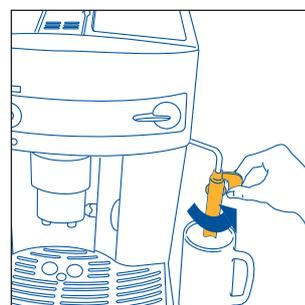
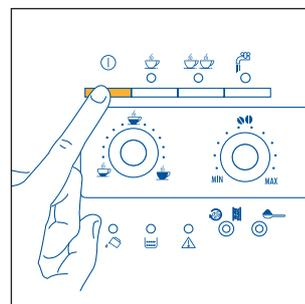
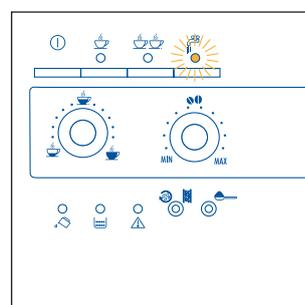

Fig.3
Fig.4
Fig.22
2. Tournez la buse à cappuccino vers l'extérieur, posez une tasse dessous (fig. 3) et mettez la machine en marche en appuyant sur la touche ① (fig.4).
- Tournez la buse à cappuccino vers l'extérieur de la machine (fig. 3).
- Posez une tasse sous la buse à cappuccino (fig. 3)
- Posez une tasse sous la buse à cappuccino (fig. 3). Tournez le robinet vapeur d'un demi-tour en sens inverse des aiguilles d'une montre (le voyant se met à clignoter fig. 22). Laissez couler un peu d'eau mélangée à la vapeur jusqu'à ce qu'il ne sorte que de la vapeur.